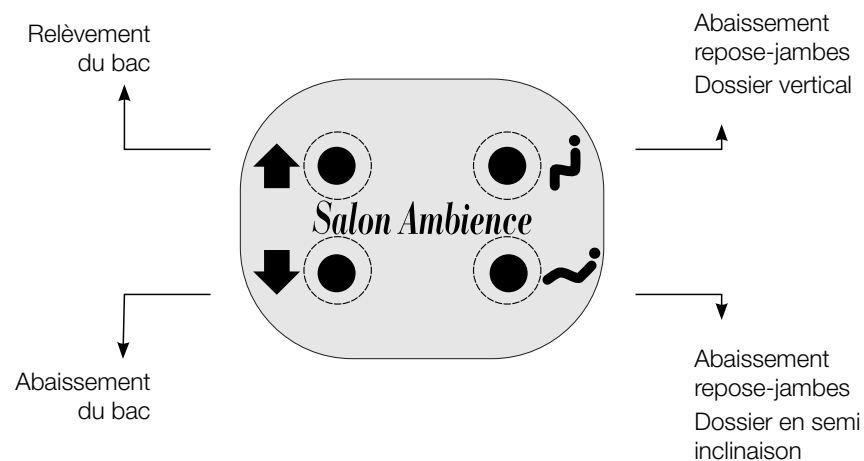

fig.2 Réglage du mécanisme d'élévation et repos-jambes
- 8\_Baissez le fauteuil et les repose-pieds aussi bas que possible, en utilisant la commande automatique sur le panneau comme indiqué sur la figure 2. Chaque touche doit être maintenue pour commander le déclenchement du mouvement vers le bas. Pour arrêter la descente, libérez les touches de commande.
- 11\_Soulevez le fauteuil en utilisant les touches du panneau de commande automatique comme suit dans la figure 2. Pour que les bras du coiffeur soient libres et il peut prendre une position naturelle pour le shampoing.